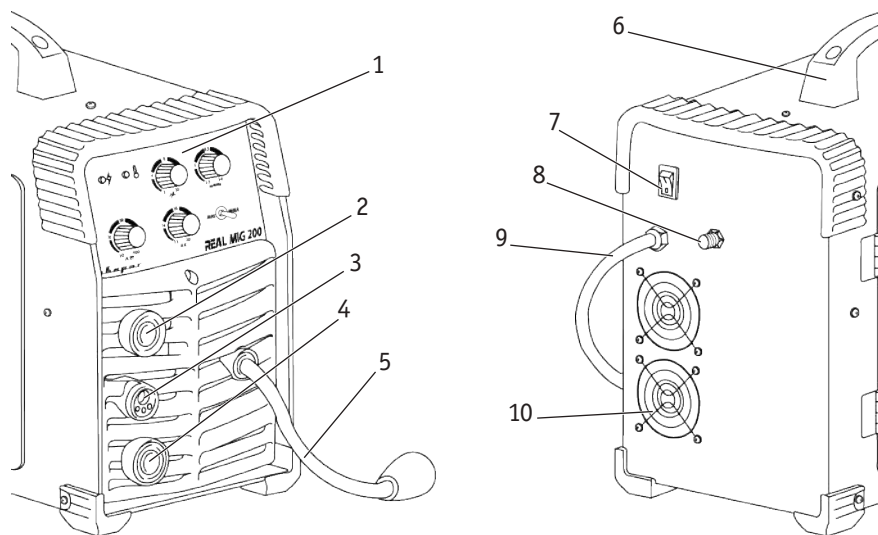

Рис. 6.1. Вид спереди и сзади.
2. Подсоедините газовый шланг к газовому разъёму аппарата п. 2 (См. рис. 6.1 и рис 9.3) и к газовому редуктору, присоединенному к баллону. При подключении баллон и редуктор должны быть закрыты. Система газоснабжения, состоящая из газового баллона, редуктора и газового шланга должна иметь плотные соединения (используйте винтовые хомуты), чтобы обеспечить надежную подачу газа и защиту сварочного шва.